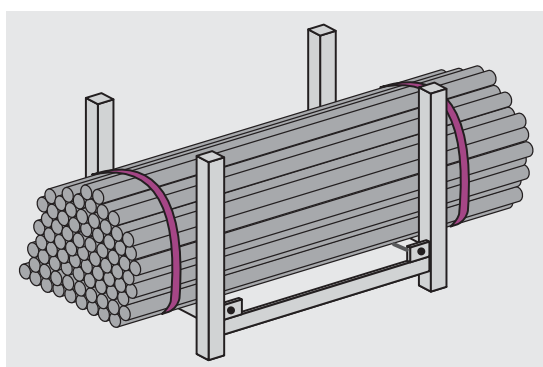

Fig. 17
- Les pièces d'échafaudage sont regroupées par type et transportées séparément dans des châssis de transport (fig. 17).